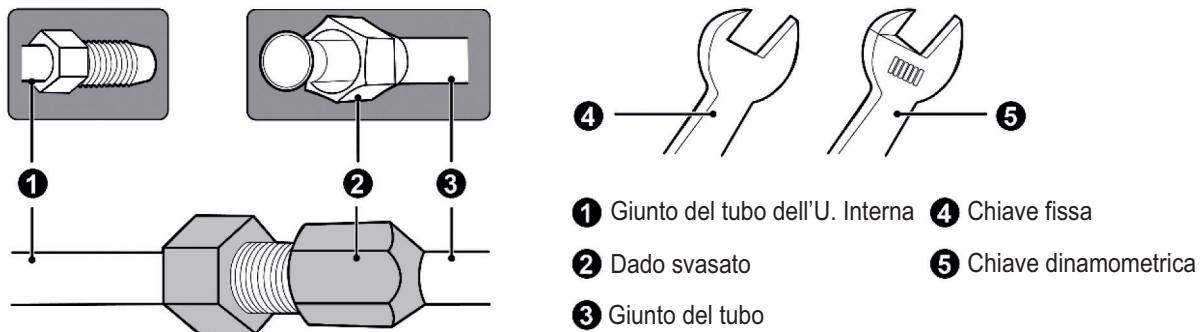

Fig. 4.2.1
- (1) Serrare a mano il dado svasato sul tubo in rame al centro del giunto, come mostrato in Fig. 4.2.1.
- (2) Serrare il dado svasato con una chiave dinamometrica, fino a che la chiave produce un "click".